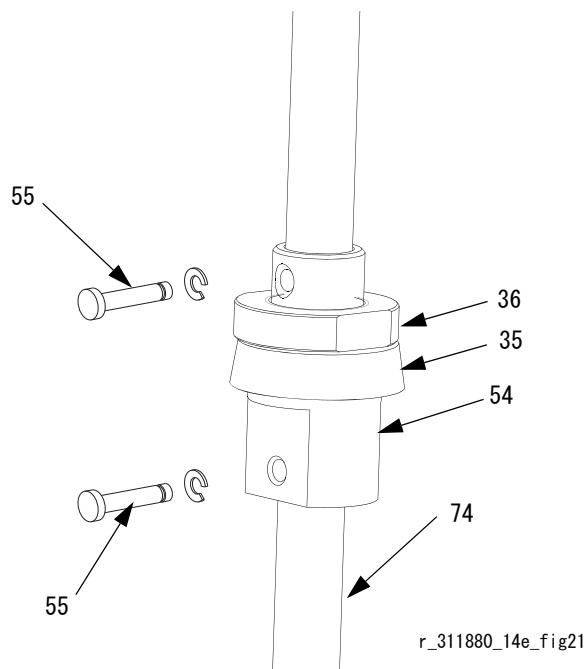

図 21
9. ピン (55) を取り外します。図 21 を参照のこと。